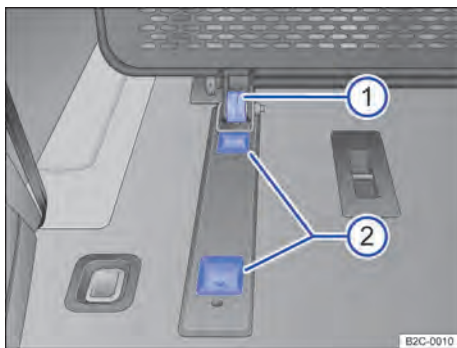

Abb. 155 Im Laderaum: Untere Verankerung.
2. Verstellbare Trennwand unten mit der Rolle → Abb. 155 ① in die hintere Vertiefung in der Verankerung ② schieben.
2. Verstellbare Trennwand unten mit der Rolle → Abb. 155 ① in die vordere Vertiefung der Verankerung schieben → Abb. 155 ②.